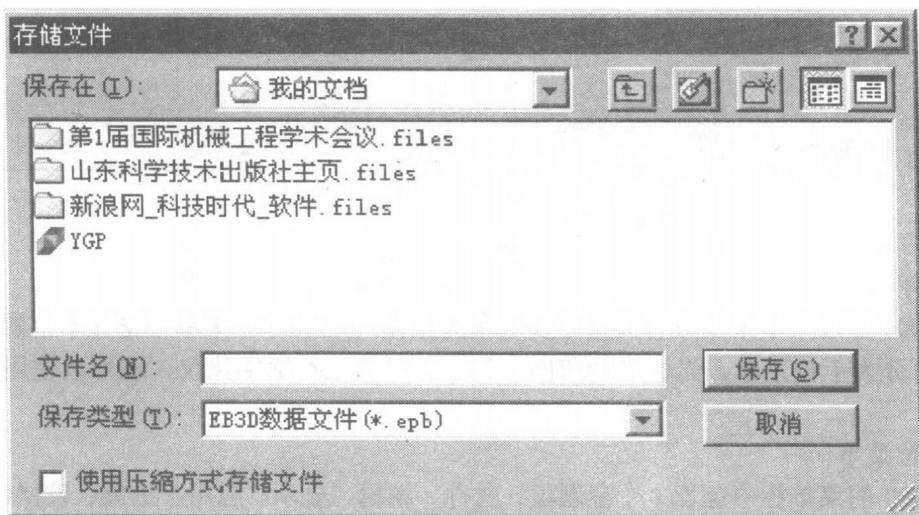

图 1-10
(3) 如某一菜单项后跟..., 说明该菜单项引出一个对话框, 用户可通过对话框实施操作。例如, 若点取菜单项“文件”\“另存为...”, 则引出图 1-10 所示“存储文件”对话框, 在此对话框中可完成另存图形文件名及文件类型的设定等操作。